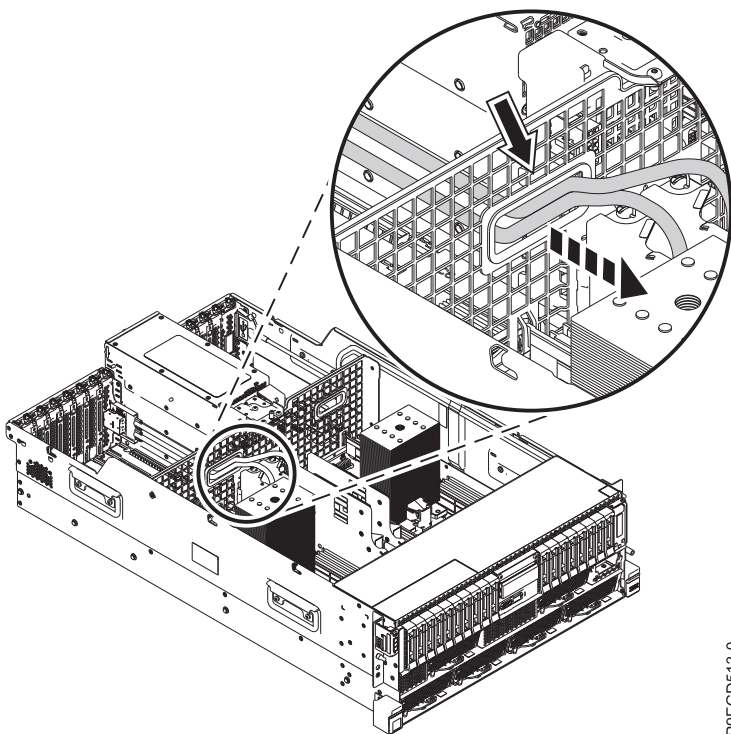

Figura 7. Com fer passar els cables posteriors SAS
3. Feu passar els cables posteriors SAS per la placa posterior, tal com es mostra a la Figura 7.